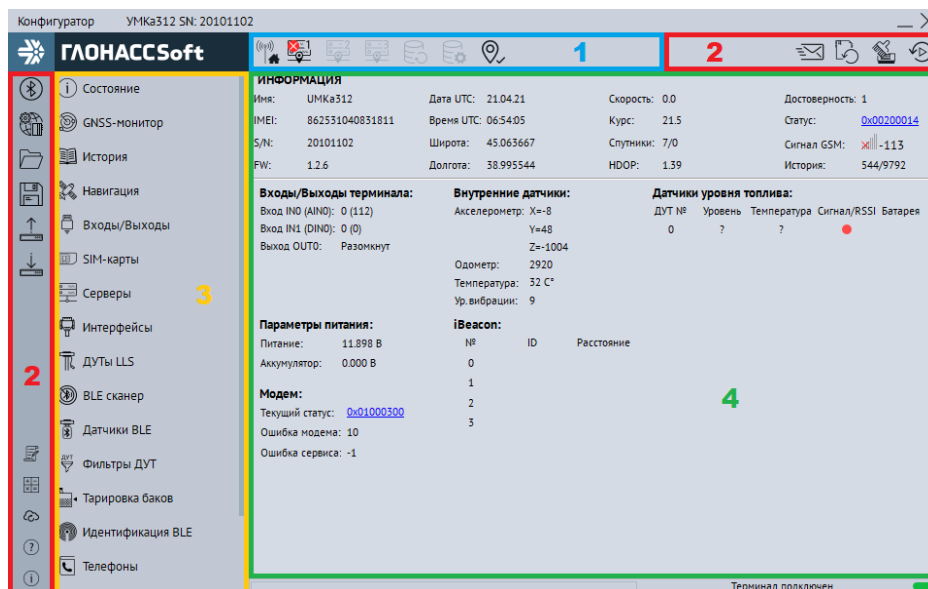

Рисунок 3.9 Стартовое окно «Состояние»
Для запуска приложения, перейдите в «Пуск» → «Все программы» → «Конфигуратор УМКа3ХХ». Откроется стартовое окно конфигуратора (Рисунок 3.9), которое условно можно разделить на четыре зоны: Панель статуса (1), панели инструментов (2), дерево настроек (3) и окно отображения информации (4).
Для просмотра и редактирования настроек терминала воспользуйтесь вкладками настроек (Рисунок 3.9 ). При нажатии на вкладку в окне отображения информации можно посмотреть соответствующие значения и настройки и отредактировать их.
На вкладке «Состояние» (Рисунок 3.9 ) отображается общая информация о терминале, состояние входов/выходов терминала, внутренних и внешних датчиков.